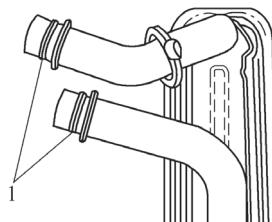

图 5-62 更新密封环
3) 如图 5-62 所示, 更新密封环 1。安装前用冷却液湿润密封环。